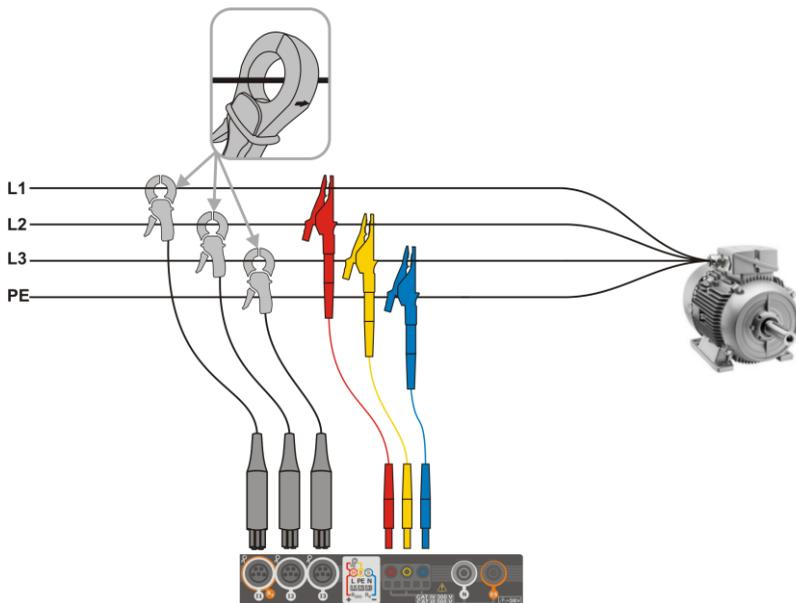
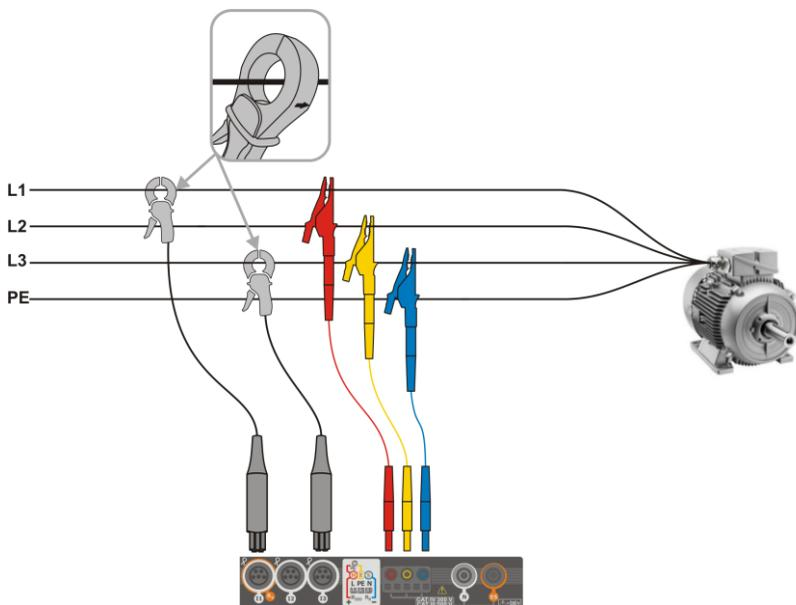

Fig. 5.7 Esquema de conexión – sistema trifásico con tres conductores de trabajo
Fig. 5.8 Esquema de conexión – sistema trifásico con tres conductores de trabajo (medición de corrientes mediante el método de Aron)
- trifásica de 3 hilos (**Fig. 5.7, Fig. 5.8**).
En los sistemas de tres conductores de AC se pueden medir las corrientes con el método de Aron (**Fig. 5.8**), usando sólo dos pinzas que miden las corrientes lineales I_{L1} y I_{L3} . La corriente I_{L2} se calcula entonces según la relación: